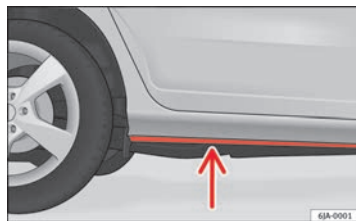

Fig. 114 Passar a vau
- Determine a profundidade da água antes de entrar. A água pode alcançar, no máximo, a longitudinal inferior do veículo ⇒ Fig. 114;